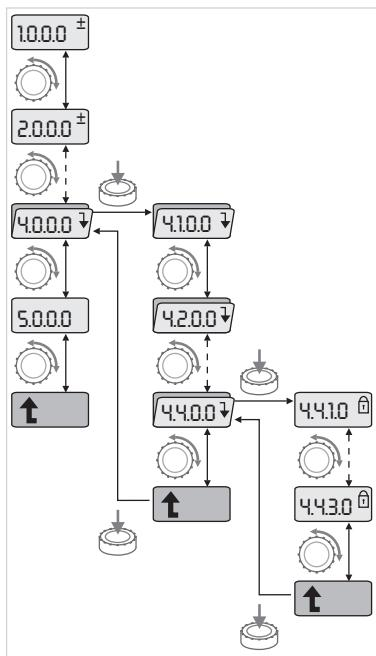

Fig.41: Пример навигации
- Выполнить общую навигацию в меню следующим образом (пример см. рис. 41):